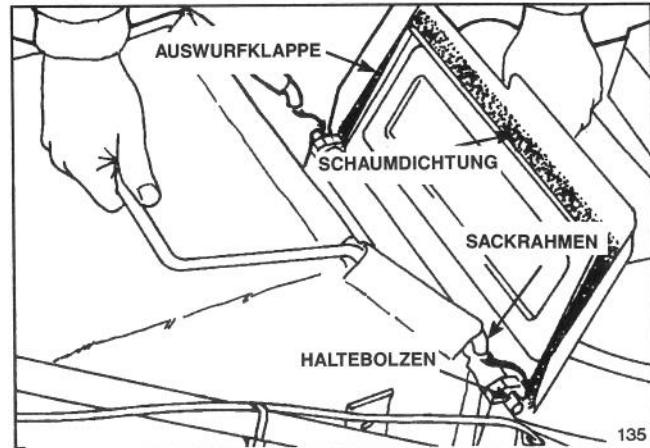

Abbildung 14
2. INSTALLIERUNG DES GRASFANGSACKS—die Auswurftür anheben und den Sackrahmen auf die Haltebolzen stülpen (Abb. 14). Grasfangsack auf dem Mähergehäuse über der Auswurftür absetzen. Klappe schließen und sicherstellen, daß Grasfangsack gut abgedichtet ist.